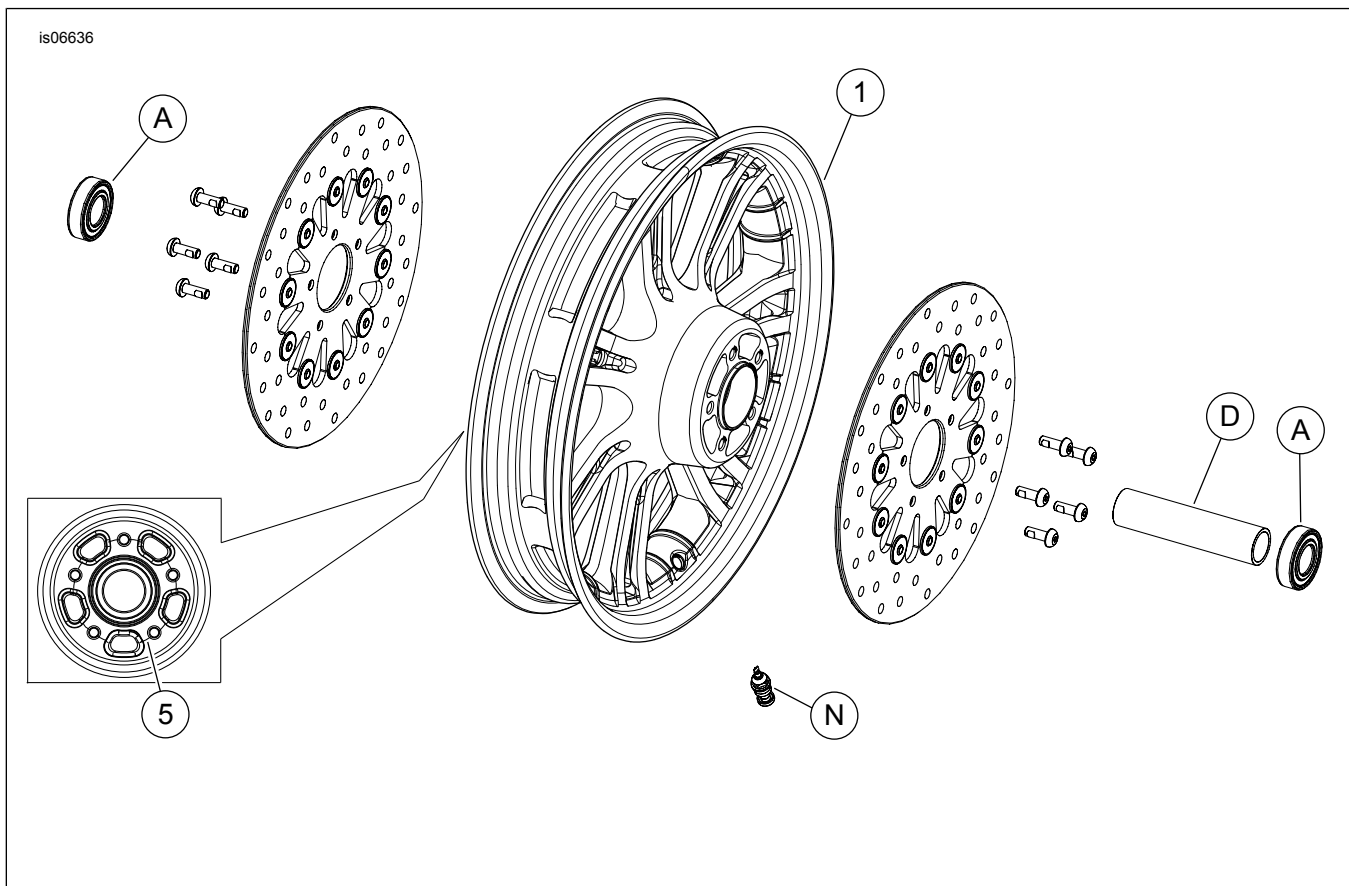

Figura 2. Peças de reposição: KIT DE RODAS 14 RAIOS DIANTEIRA
2. Veja Figura 2. Instale o conjunto da haste da válvula (N) na roda. Consulte PNEUS no Manual de serviço.
A roda tem uma ranhura usinada (item 5, Figura 2 ) na face do cubo para identificar o lado direito.